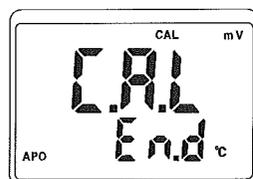

図 22
- (7)次に温度が70±5°Cの水を用意し、その温度が安定したら温度計で測定します。
- (8)上記(4)～(6)と同様に70°Cの温度校正を行います。
- (9)温度校正が終了すると、画面に"SA"と表示が現れた後"CAL"と"End"が一瞬表示し校正が完了します。(図22)